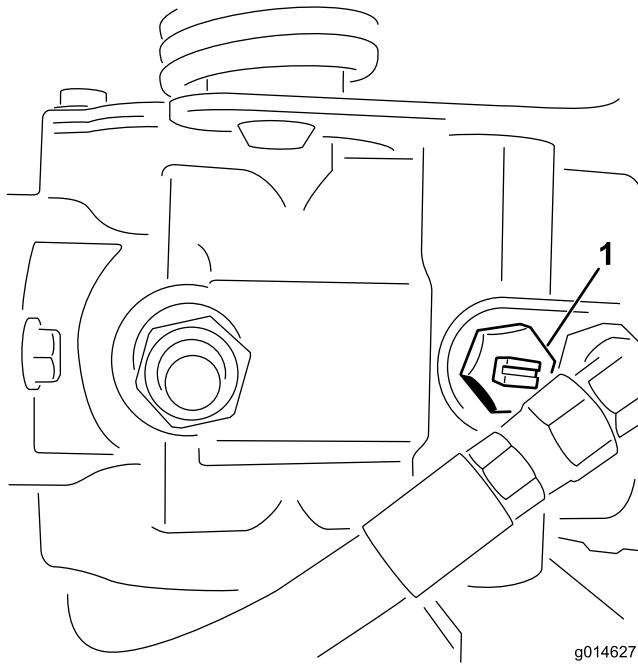

Figura 42
1. Localice la válvula de desvío en la bomba y gírela hasta que la ranura esté en posición vertical (Figura 42).
2. Antes de arrancar el motor, cierre la válvula de desvío girándola hasta que la ranura esté horizontal (Figura 42). No arranque el motor con la válvula abierta.